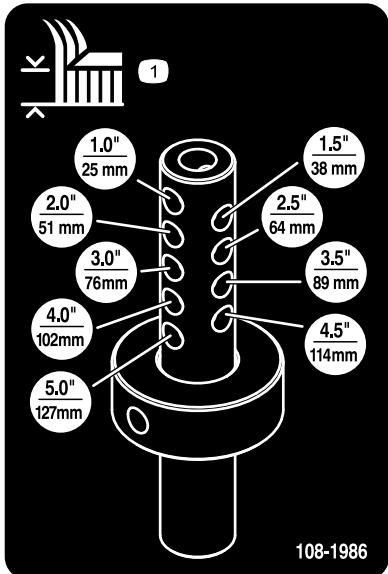

図10
- 刈高ロッドについている刈高穴から希望する刈高を選び、そこに刈高カラーをセットする(図10)。